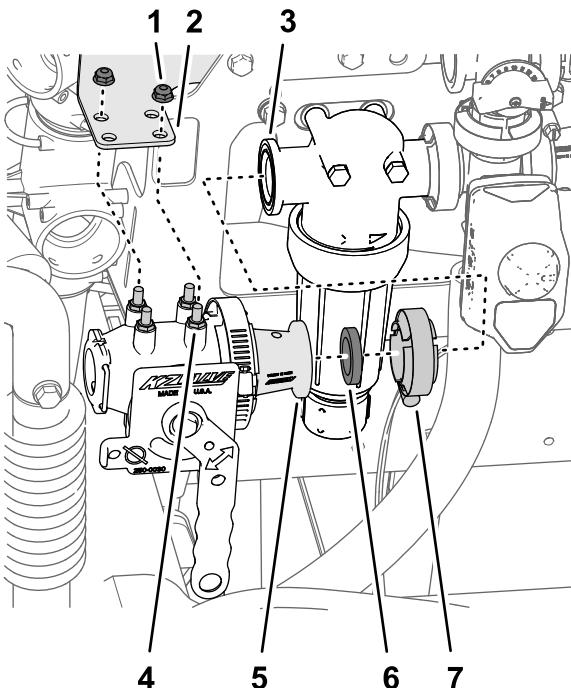

Figura 7
2. Allineate la flangia dell'adattatore del riduttore (valvola del nebulizzatore) alla flangia della testa del filtro della pressione (Figura 7) con la guarnizione che avete rimosso al passaggio 2 di Rimozione dei flessibili (pagina 4).